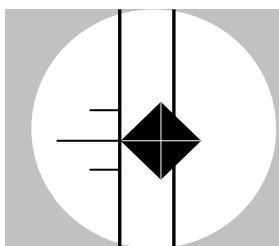

Abbildung 5-9 Bewegung der linken dünnen Linie zur linken Spitze
5. Drehen Sie die kleine Verstellerschraube des Messmikroskop um die linke Linie nach links Richtung der Spitze des Eindrucks zu bewegen, wie Abbildung 5-9 zeigt. Dieser Vorgang wird beide Linien gleichzeitig bewegen.